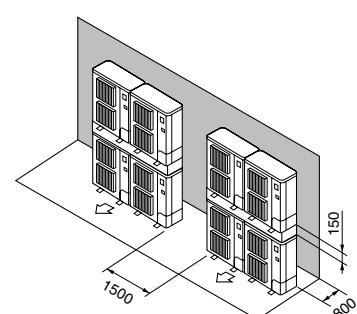

Fig. 2-14
⑦ Uppställning med staplade enheter (Fig. 2-14)